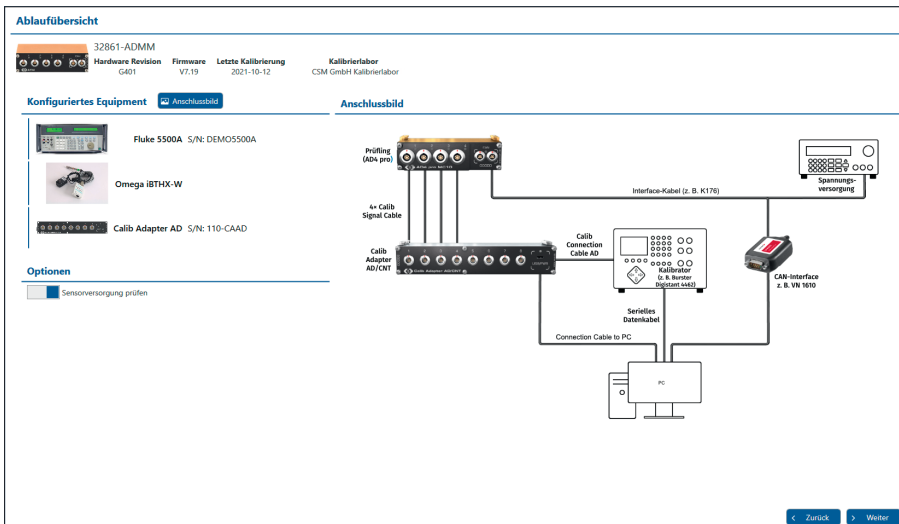

Abb. 2-11: Fenster **Ablaufübersicht**
i Um die Sensorversorgung der betreffenden AD-/HV AD-Modulen überprüfen zu können, muss in der **Ablaufübersicht** (Abb. 2-11) und auch im Menü **Kalibrierplatz-Setup** die Option für die Überprüfung der Sensorversorgung aktiviert sein.
- ☞ Überprüfen Sie die Angaben und klicken Sie auf **Weiter** (Abb. 2-11).